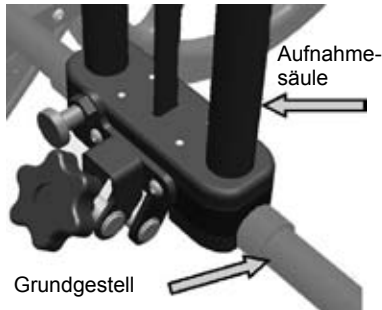

Abb. 5
- Die Aufnahmesäule auf die Führungsstifte am Grundgestell setzen (Abb. 5). **Den Sicherungsstift drehen, bis er in die Aufnahmesäule einrastet.** Sicherstellen, dass der Entriegelungsstift vollständig eingerastet ist und die Aufnahmesäule fest mit dem Grundgestell verbindet. Wenn sich die Aufnahmesäule vom Grundgestell abheben lässt, den Sicherungsstift weiter drehen, bis dieser in die Aufnahmesäule einrastet.